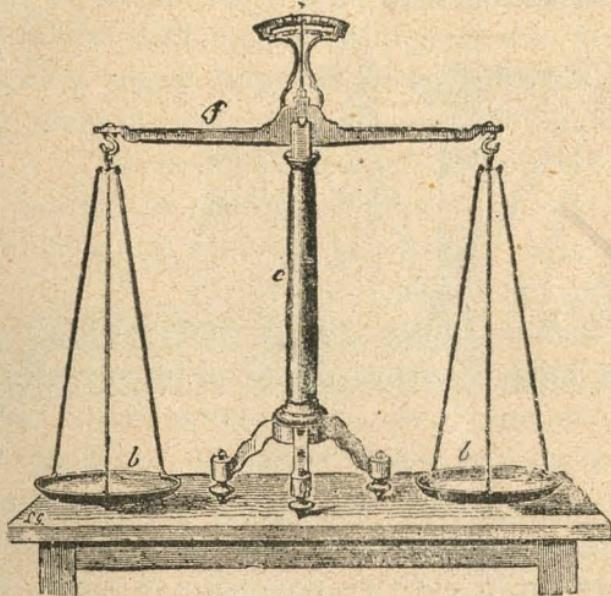

Fig. 14.—La balanza ordinaria.
2. **Balanza ordinaria.**—Una balanza ordinaria (fig. 14) se compone de una palanca recta *f* de primer género, llamada *fiel*, cuyos brazos iguales en peso y longitud, sostienen en sus extremidades dos platillos *b* y *b'* iguales en peso.